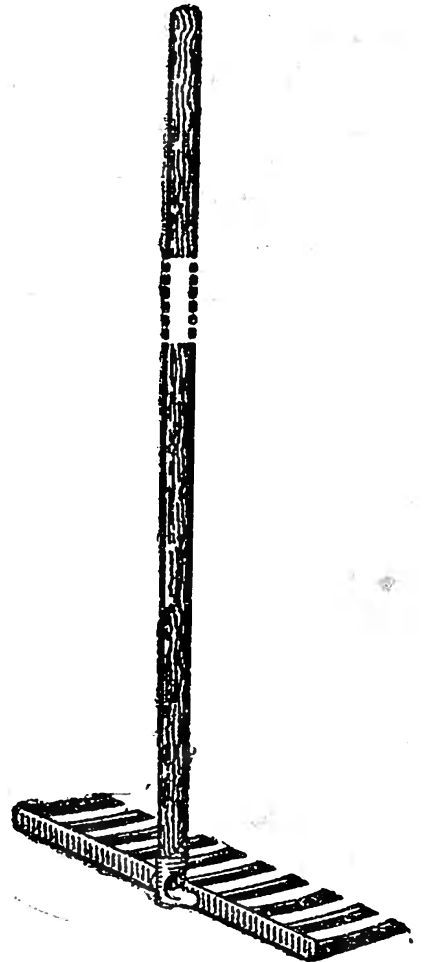

Fig. 4.
**3. Le râteau.** — Si habile que soit le jardinier, il n'arrive pas, en bêchant, à donner au terrain une surface absolument plane. Pour cela, il utilise le *râteau* (*fig. 4*), dont les dents brisent les petites mottes qui ont échappé à la bêche.